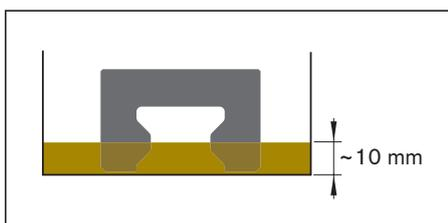

Figura 2
- ▶ Con misura 20 basso: Depositare le unità di lubrificazione frontale per ca. 36 ore in strato di olio profondo 10 mm (vedi figura 2).
- ▶ L'unità di lubrificazione frontale misura 20 bassa non è rabboccabile tramite l'attacco di lubrificazione (vedi Figura 2).